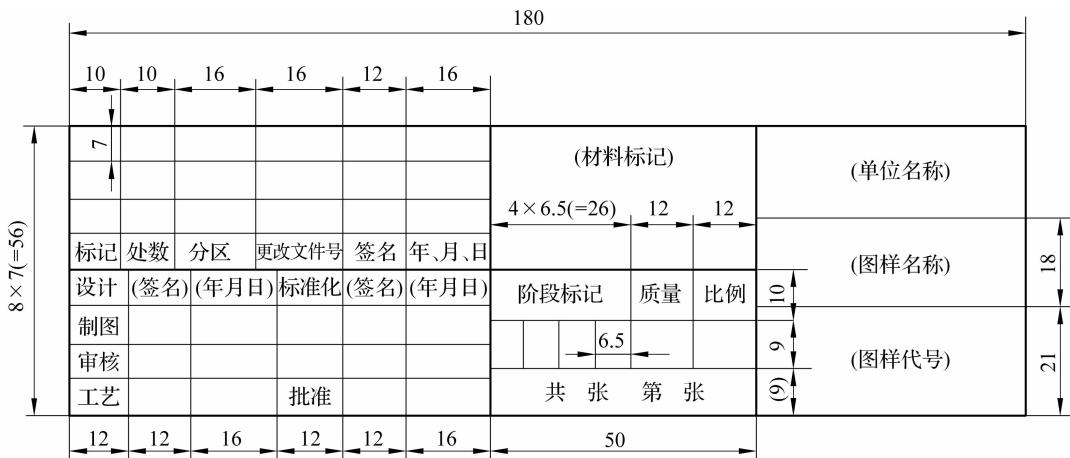

图 1-1-9 标 题 样
(1) 每张图样中均应有标题栏。
(2) 标题栏一般配置在图框右下角,文字方向为看图方向。
(3) 标题栏一般由更改区、签字区、其他区、名称及代号区组成,如图 1-1-9 所示。